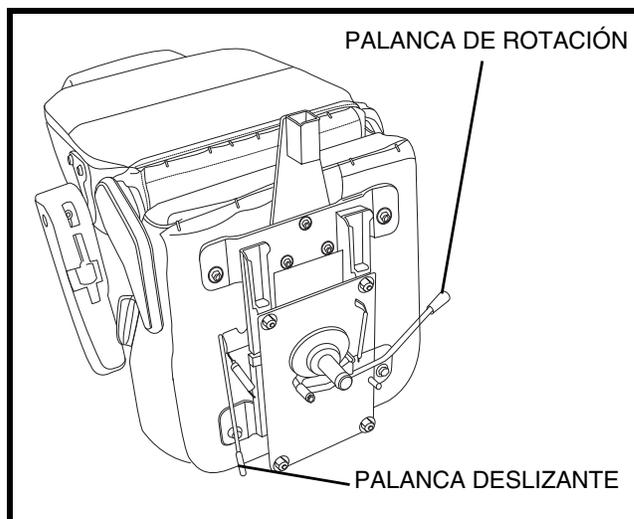

Figura 11. Palancas de ajuste del asiento
1. Apriete hacia delante la palanca de rotación hasta desbloquear el asiento. **Ver figura 11.**
Puede colocar el asiento más hacia delante o hacia atrás para ajustar la distancia entre el asiento y el manillar. **Ver figura 11.**